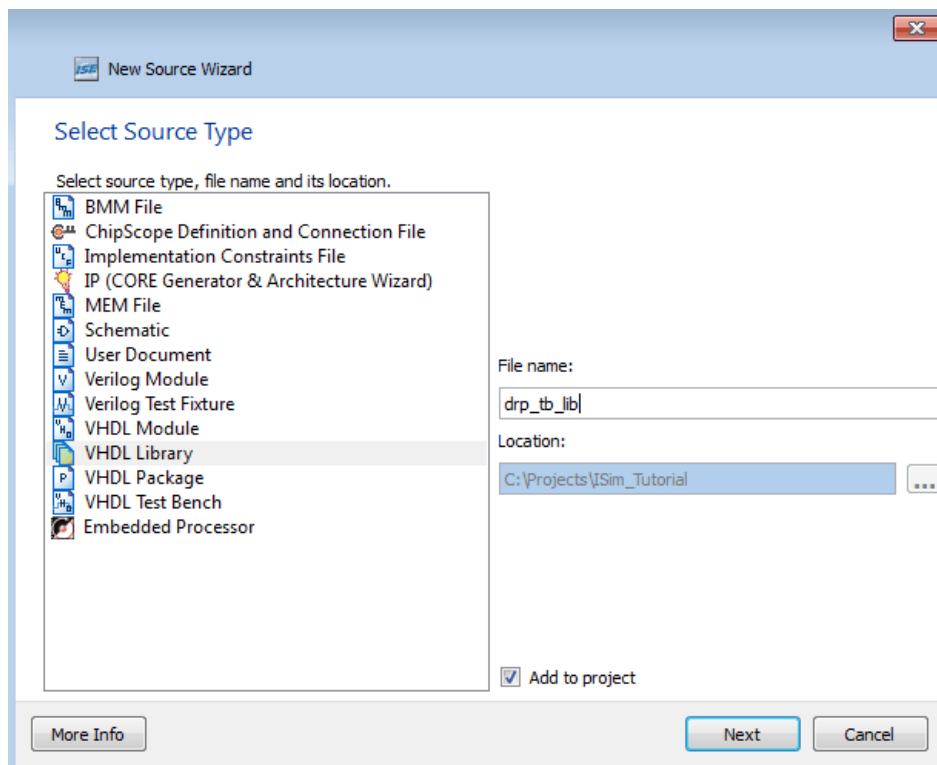

図 2-7：ソース タイプの選択
3. VHDL のライブラリ名に「drp_tb_lib」と入力します (図 2-7)。